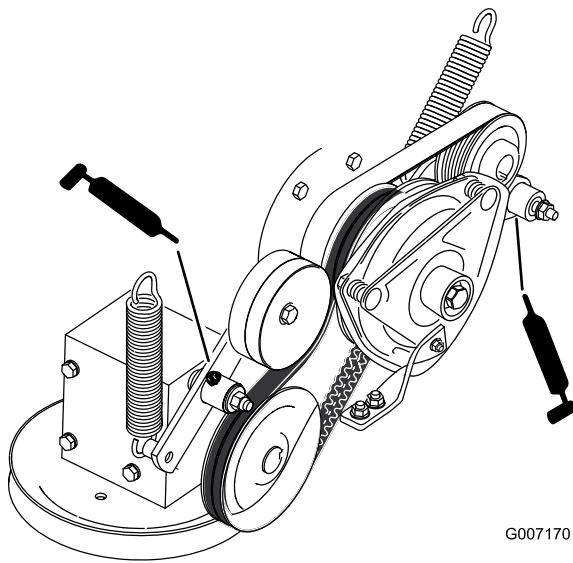

Bild 52
8. Fetten Sie den Spannarm des Zapfwellenkeilriemens ein (Bild 52).
9. Fetten Sie den Spannarm des Pumpenriemens ein (Bild 52).